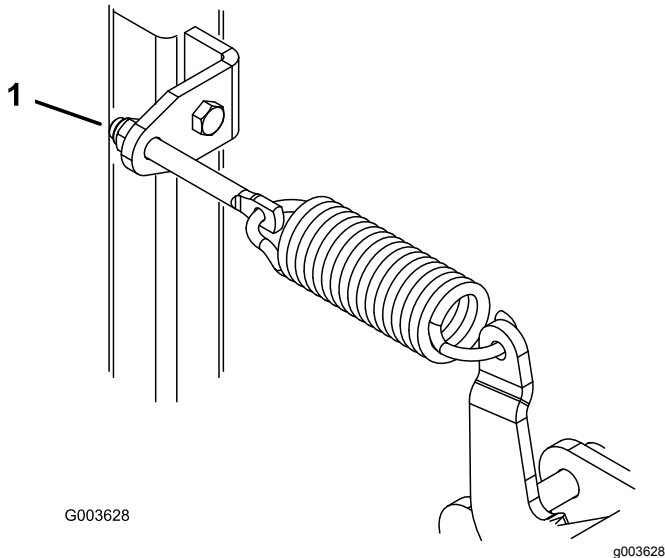

Figura 27
2. Gire las tuercas de ajuste de los muelles (Figura 27) en sentido horario para elevar la pala, o en sentido antihorario para bajar la pala.